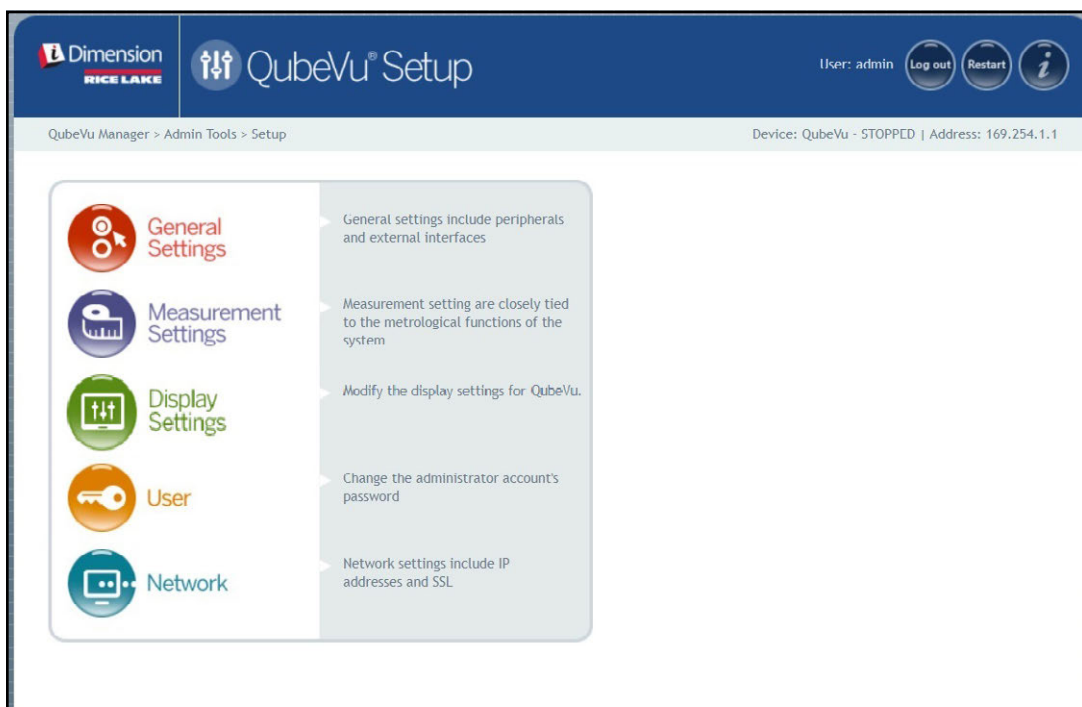

Abbildung 5-1. Menü „Setup“ (Einrichtung)
- Wählen Sie  **General Settings** im Menü **Setup (Einrichtung)** aus (Abbildung 5-1 auf Seite 22). Das Menü **General Settings (Allgemeine Einstellungen)** wird angezeigt.
- Wählen Sie  **Measurement Settings** im Menü **Setup (Einrichtung)** aus (Abbildung 5-1 auf Seite 22). Das Menü **Measurement Settings (Messeinstellungen)** wird angezeigt.